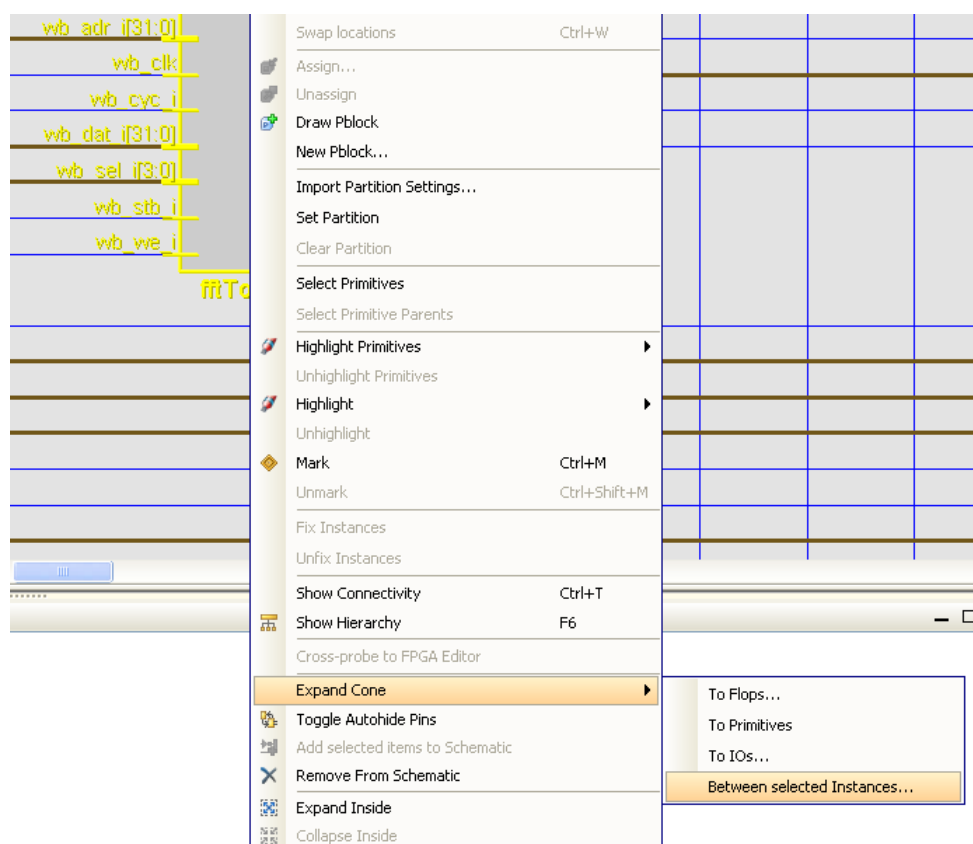

図 4-51：ロジック コーンの展開
- ポップアップ メニューから [Expand Cone] をクリックし、選択したピンまたはインスタンス、あるいは選択した 2 つのインスタンス間のロジックのコーンを表示します。[Expand Cone] コマンドには、次のサブコマンドがあります (図 4-51 を参照)。